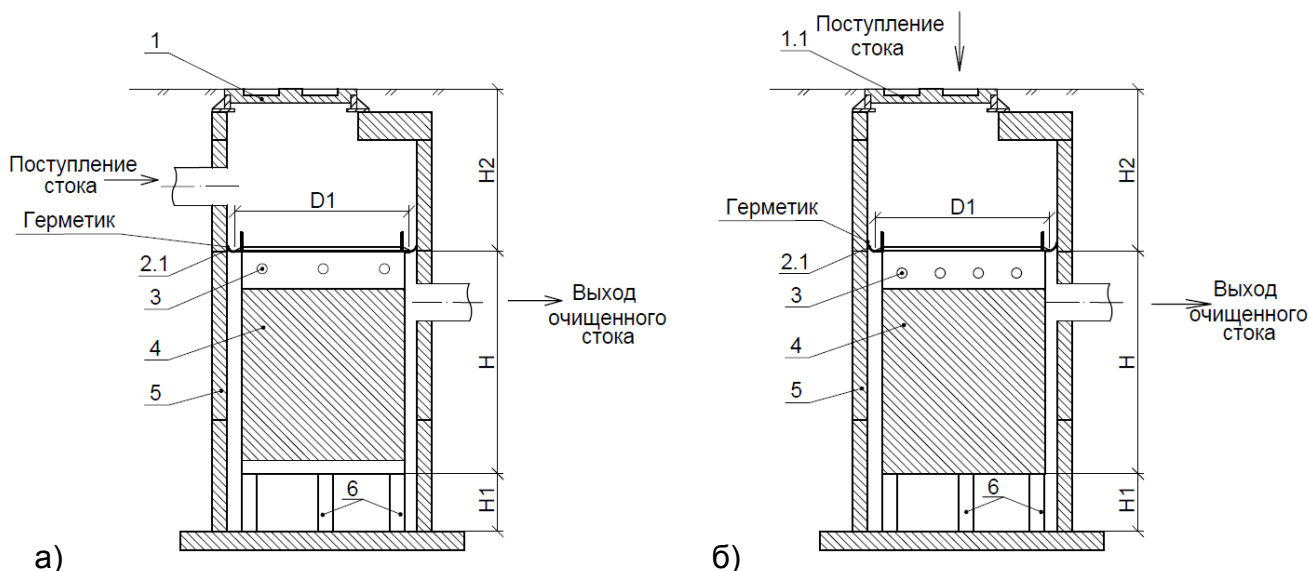

Рисунок 2. Схема установки фильтр-патрона в колодец на опорных ножках
1. На дно стандартного железобетонного колодца на опору (Рисунок 2):